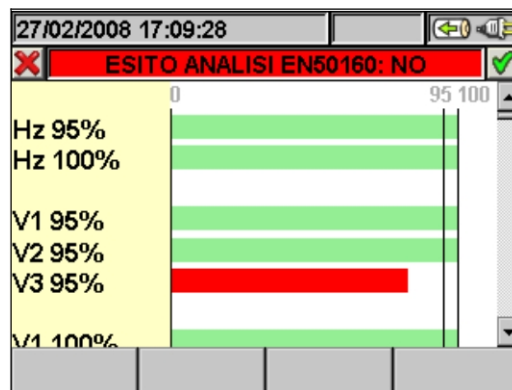

Fig. 131: Iistogramma Analisi EN50160
- Il tasto **F2** (o la voce **GRAFICO** sul display) accede alla pagina che mostra l'istogramma delle grandezze in tabella (Fig. 131)